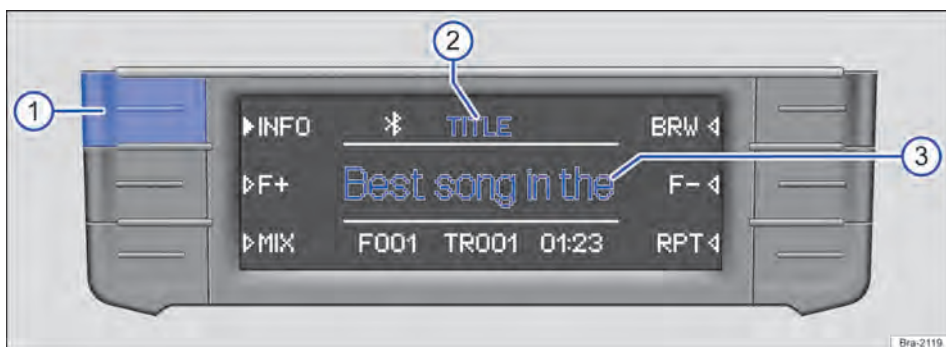

Fig. 135 Exemplo de exibição na operação de mídia: informações das faixas de um CD de MP3 em execução.
Em CDs de áudio sem texto de CD, na linha central do display → Fig. 135 ③ é exibido somente TRACK e o número da faixa conforme a sequência na unidade de armazenamento de dados.
No centro da linha superior do display é exibido o tipo da informação de faixa selecionada, por exemplo, TITLE → Fig. 135 ②.
- Pressionar brevemente o botão de função **[INFO]** → Fig. 135 ① para trocar o tipo da informação exibida da faixa. ▶
Exibição → Fig. 135 ②	Informação da faixa → Fig. 135 ③